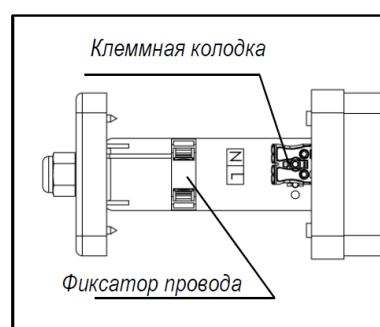

Рисунок 3
5.6 Присоединить провода питания к соответствующим зажимам клеммной колодки (рисунок 3).